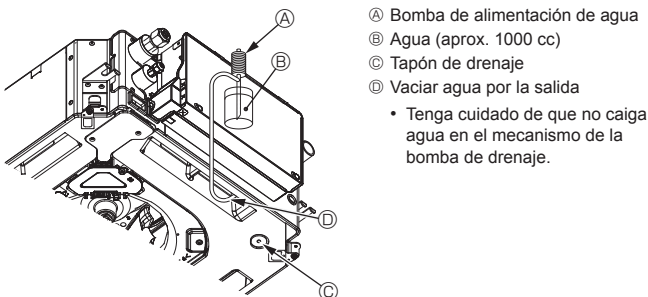

Fig. 8-6
8.4. Comprobación del drenaje (Fig. 8-6)
- * La bomba de drenaje y el ventilador se activan simultáneamente al conectar la tensión monofásica de 230 V en S1 y S2 del bloque de terminales después de activar (ON) el conector (SWE) del cuadro del controlador que hay en la caja de componentes eléctricos.